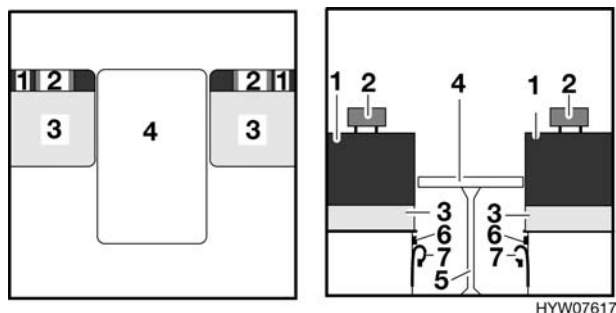

Fig. 37 Prima della trasformazione
- Sollevare il piano del tavolo (Fig. 37,4) e il piede del tavolo (Fig. 37,5) e stivarli nell'apposito supporto.
- Rimuovere i poggiatesta (Fig. 37,2) del sedile Vario e porli da parte.
- Fissare i cavi di ancoraggio della cintura (Fig. 37,7) sotto i ganci (Fig. 37,6) a livello del sedile Vario.